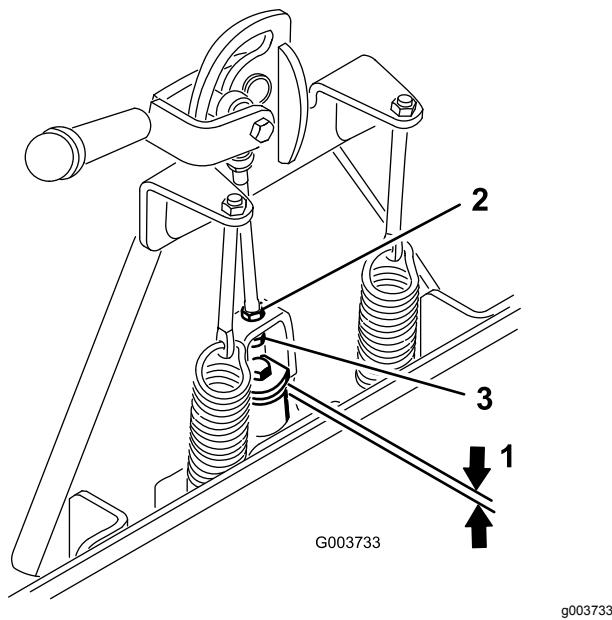

Figura 2
- Mida el espacio entre la arandela superior y el espaciador del conjunto de enganche del adaptador de accesorios, según se muestra en Figura 2.